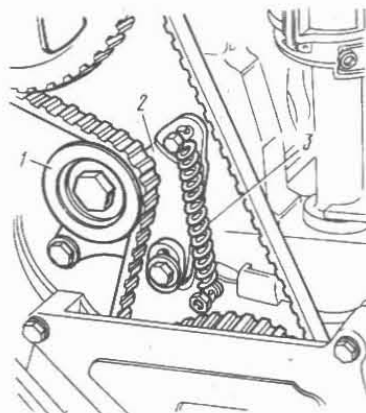

Fig. 9-8. Mecanismo de tensión de la correa de la transmisión del árbol de distribución:
- quite el muelle 3 (fig. 9-8) del rodillo tensor, afloje los tornillos de sujeción del soporte 2, desplácelo en la posición izquierda extrema y quite la correa desde la polea del árbol de distribución;